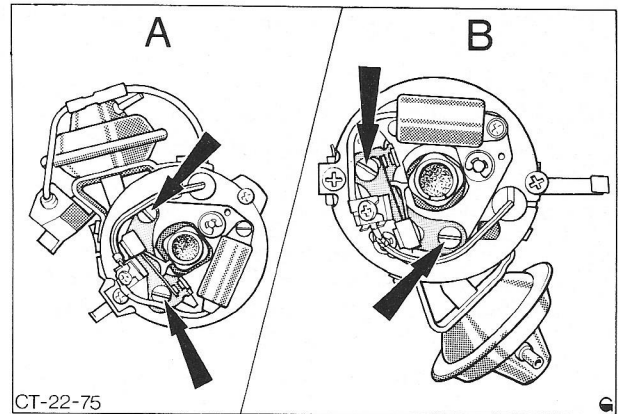

Fig. 59 Onderbrekerpuntstelschroeven
22. Meet de onderbrekerpuntopening en stel deze zonnodig af, zie Fig. 59.